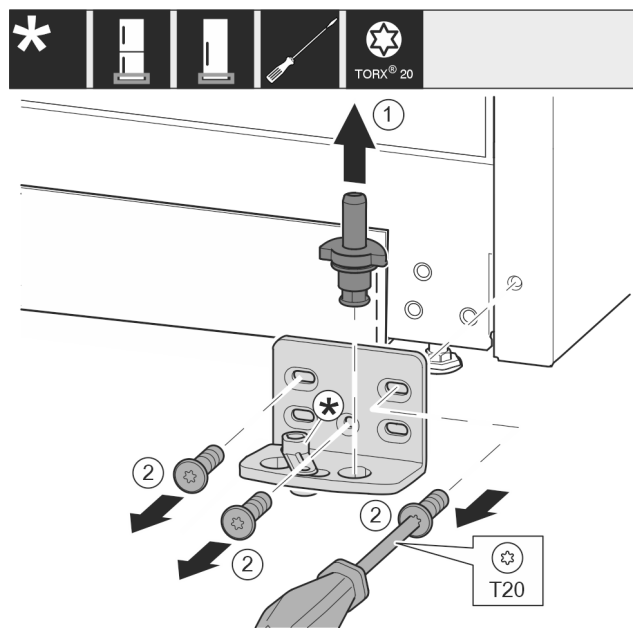

Fig. 15
- ▶ Extrageți complet bolțul de lagăr Fig. 15 (1) în sus.
- ▶ Deșurubați șuruburile Fig. 15 (2) cu șurubelnița și detașați suportul de lagăr.